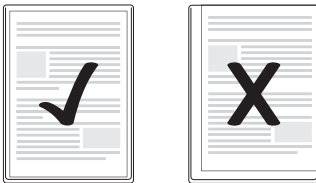

Abb. 1
- ▶ Achten Sie darauf, dass alle Ränder des Dokuments mindestens zwei Millimeter Abstand zum Rand der Folientasche haben müssen, wie in Abb. 1 dargestellt.
- ▶ Achten Sie darauf, dass alle Ränder des Dokuments mindestens zwei Millimeter Abstand zum Rand der Folientasche haben müssen, wie in Abb. 1 dargestellt (siehe S. 36).